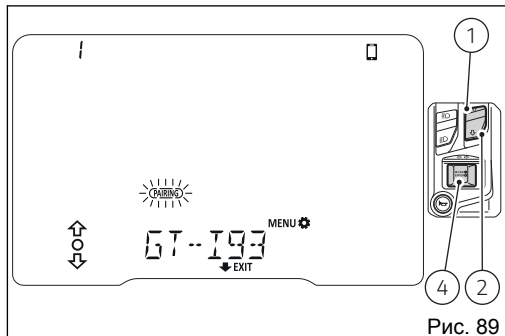

Рис. 89
Функция сопряжения активируется при нажатии кнопки (4), когда выбран пункт PAIRING в мигающей рамке (Рис. 89): это позволяет запустить поиск имеющихся устройств Bluetooth. Приборная панель начинает этап поиска устройств. В течение всего этого времени мигает символ «BT», отображаются 2 черточки «- -» на индикаторе скорости и отображается надпись «WAIT...». Сопряжение автоматически завершается, как только находятся расположенные вблизи устройства. Этап поиска занимает 60 секунд.